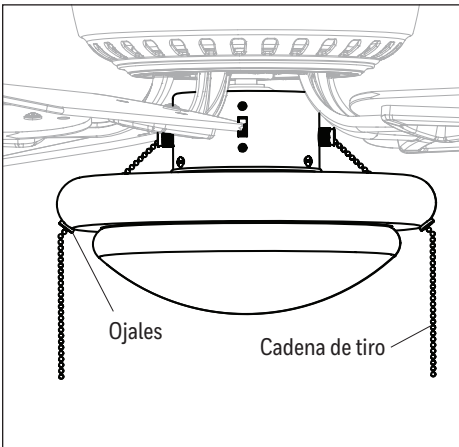

Figure 4.7
7. Pase las cadenas de tiro de la carcasa del interruptor hacia abajo a través de los ojales en la parte inferior del kit de iluminación (Figure 4.7).